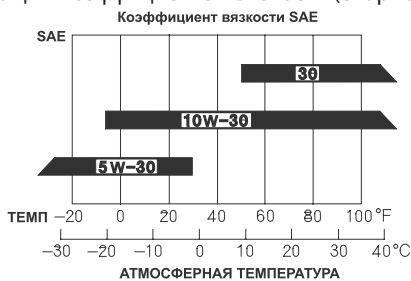

Рис.20 Типы моторных масел
8.6.1. Если средняя температура в Вашей местности отличается от обычной, используйте масло с соответствующим коэффициентом вязкости (см. рис.20).